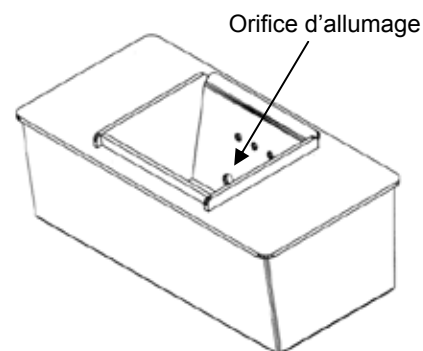

FIGURE 17
- Remplacez la section intérieure dans le pot de combustion, assurez-vous qu'il est de niveau et poussé à fond, et que le trou d'allumage est vers l'arrière au remontage (Figure 17).